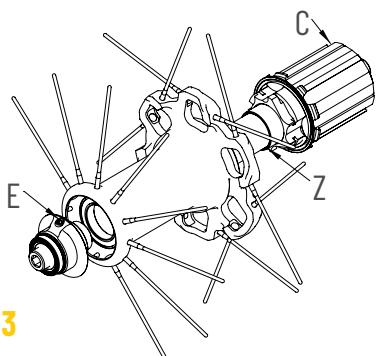

FIG. 3
- Inserite il perno nel corpo del mozzo facendo molta attenzione al corretto posizionamento dei cricchetti e bloccate lo scontro mobile con coppia di chiusura pari a 12 Nm (Fig. 3).
- Se necessario effettuare una registrazione del mozzo agendo sulla ghiera (D).
- Allentate il grano (E) con una chiave a brugola da 2mm (B)(Fig. 3).
- Richiudete il grano (E).